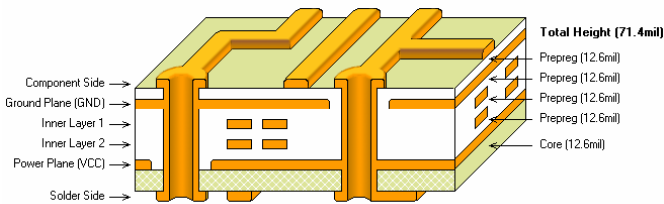

图 11-25 Build Up 结构的六层板
③ Build Up: 该堆栈样式采用向上堆积的方式构建电路板, 先构建最底层的双面板, 然后铺上一层 Prepreg, 一层铜箔, 再铺上一层 Prepreg, 一层铜箔, 以此类推。图 11-25 所示为 Build Up 结构的六层板。